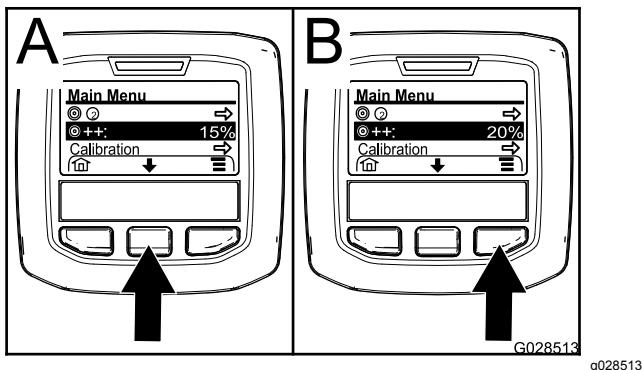

Figure 68
2. Au besoin, appuyez sur le bouton de sélection central pour mettre en surbrillance l'option d'intensification du débit d'application (Figure 68).
Remarque: L'icône de taux poussé d'application est constitué de 2 signes + situés à droite d'une cible (Figure 68).
3. Appuyez sur le bouton de sélection droit (Figure 68) pour augmenter le pourcentage d'intensification par paliers de 5 % (20 % maximum).